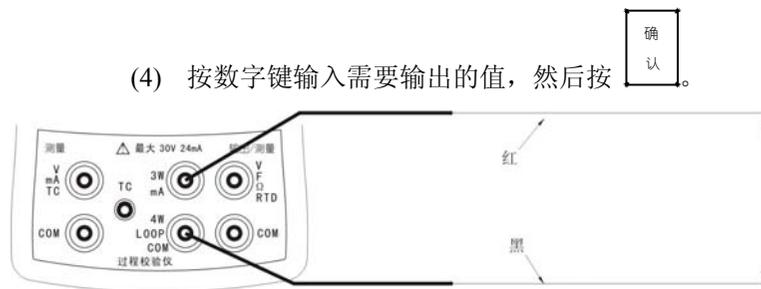

图 14 输出/测量端输出电流
- (1) 按  选择输出模式。
- (2) 按  直至屏幕下方显示“mA”输出。
- (3) 按图 14 连接测试表笔。
- (4) 按数字键输入需要输出的值，然后按 。